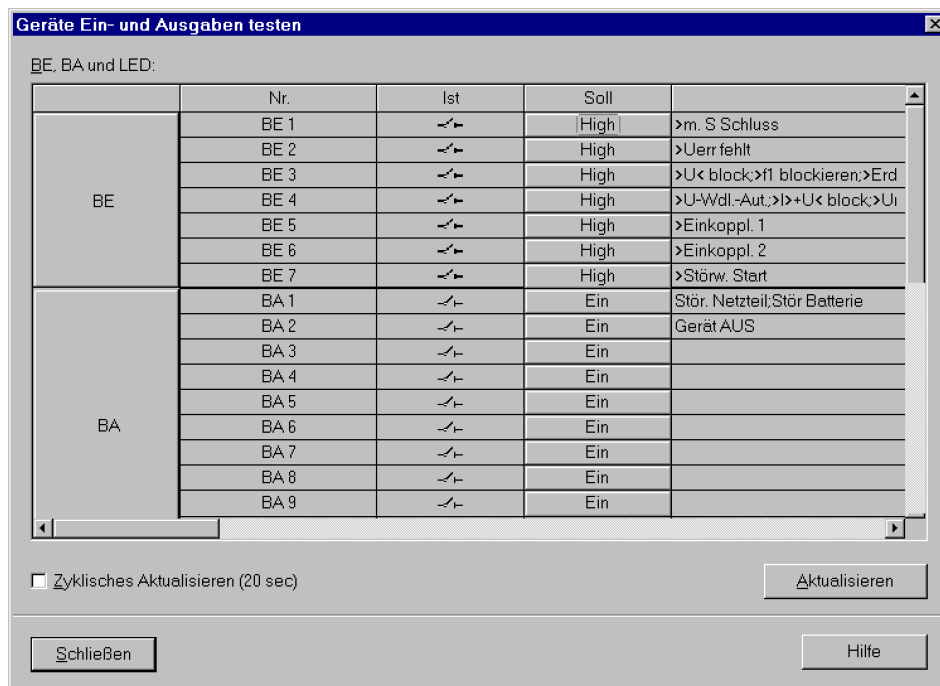

Bild 3-33 Testen der Ein- und Ausgaben – Beispiel
- Doppelklicken in der Listenansicht auf **Geräte Ein- und Ausgaben**. Die gleichnamige Dialogbox wird geöffnet (siehe Bild 3-33).